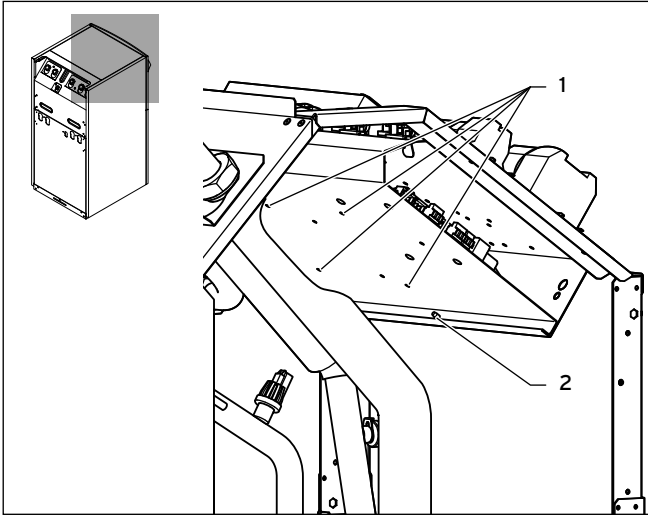

Abb. 4.4 Montage Befestigungsstege geoTHERM VWS/VWW/VWL-S ..1 und VWS ..4
- Klappen Sie die untere Schaltkastenebene wieder hoch und drehen Sie die Schraube (→ **Abb. 4.4, Pos. 2**) wieder ein.